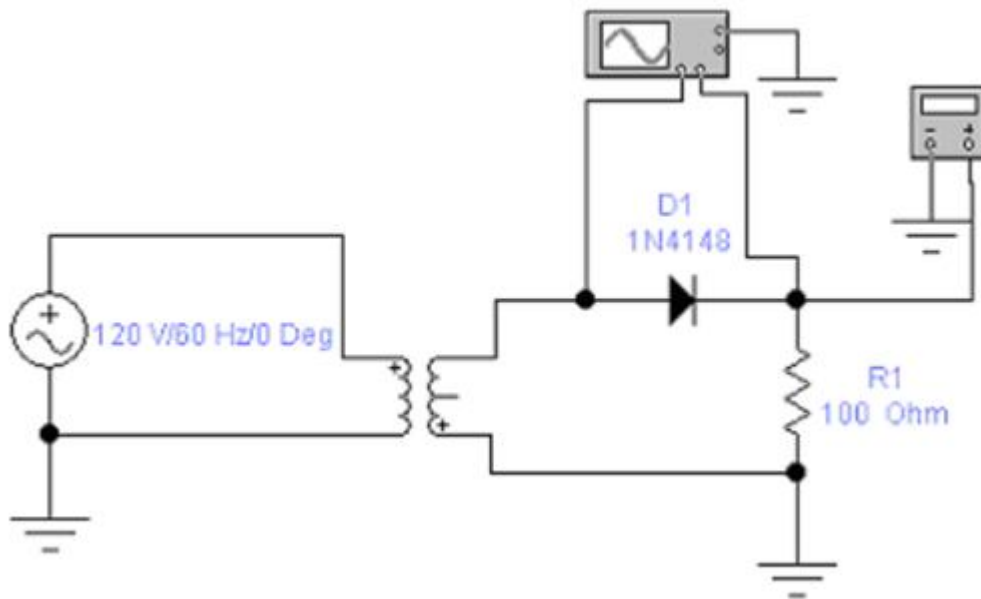

Рисунок 4.45 – Схема однофазного однопівперіодного діодного випрямляча
1. Зібрати схему (рис. 4.45), на вхід А осциллографа надходить вихідний сигнал, а на вхід В – вхідний.